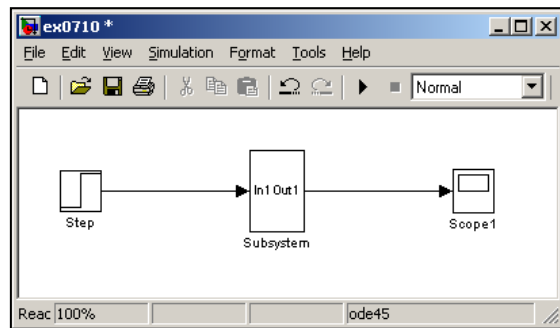

图 7.47 子系统模型
(2) 用虚线框框住反馈环，选择菜单“Edit”→“Create Subsystem”，则产生子系统，如图 7.47 所示。